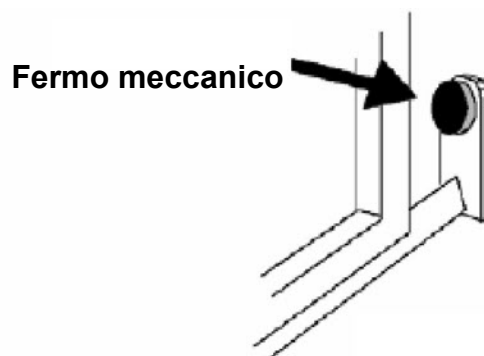
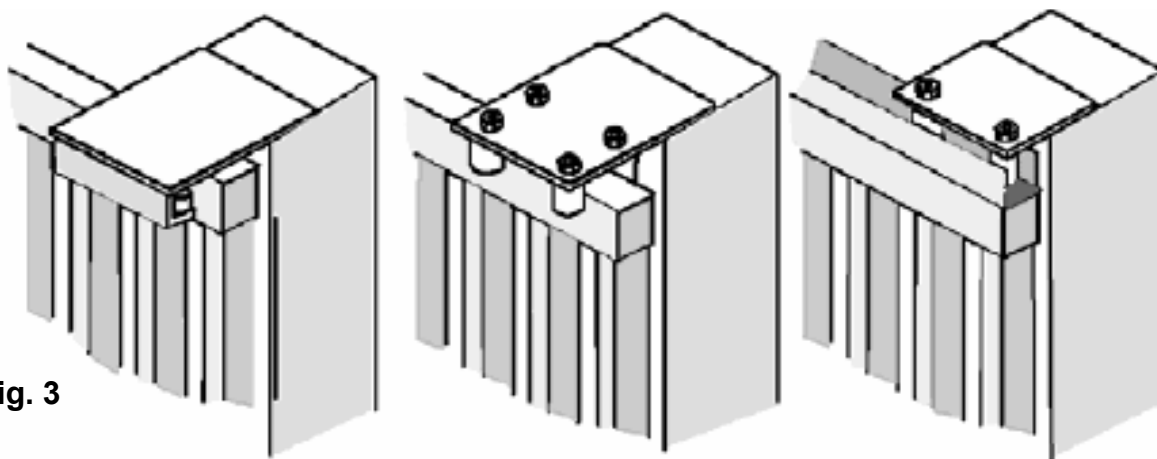

Fig. 2
Fig. 3
- Prima di procedere al montaggio dell'automatismo, si verifichi che il cancello sia perfettamente funzionante. Inoltre, è opportuno verificare che la guida di scorrimento a terra (**V. Fig. 1**) non presenti malformazioni, che sia perfettamente a livello e che sia presente il fermo meccanico in apertura (**V. Fig. 2**) al fine di evitare che il cancello esca fuori dalle guide superiori (**V. Fig. 3**)
- Verificare la guida di scorrimento superiore (**V. Fig. 3**) che sia ben salda e il cancello vi scorra liberamente.
Posizionare il motoriduttore e fissarlo con le viti e rondelle in dotazione **1-2-3-4** (**Fig.2**).
Fissare la cremagliera sul cancello in modo saldo prevedendo una distanza da 2 a 3 mm dal pignone del motore (**Fig.3**).